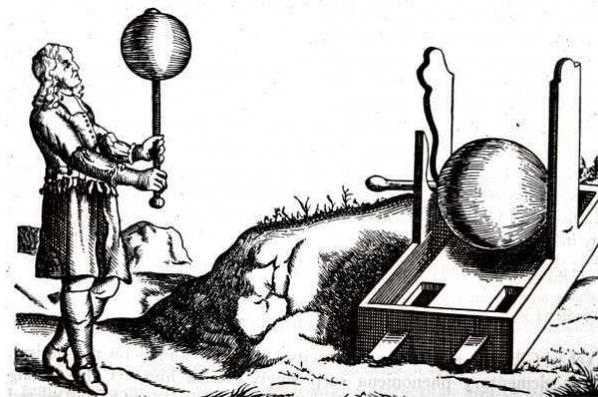

Figure 1: La machine d'Otto Von Guericke
- **Otto Von Guericke** (1602-1686), Le physicien allemand, bourgmestre de la ville de Magdeburg, invente la première machine électrostatique (figure 1), formée d'une boule de soufre montée sur un axe de rotation. Le but est d'essayer d'augmenter la force d'attraction électrostatique. Mais le résultat, c'est qu'à partir d'une certaine charge, des étincelles éclatent: surprise !
Soit une ligne monophasée (fig.1) où l'on néglige en première approximation les capacités et les conductances transversales.